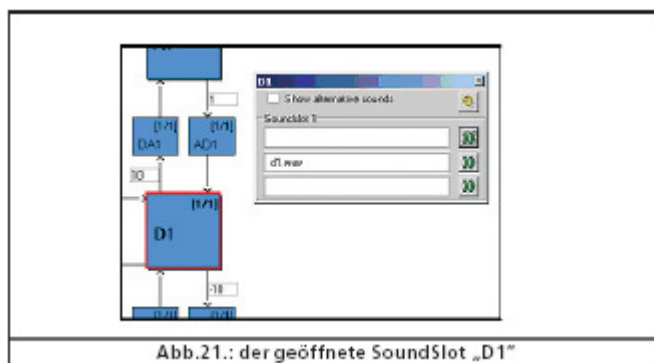

Abb.21.: der geöffnete SoundSlot „D1“
- Une fenêtre « pop-up » s'ouvre comme dans figure 21.